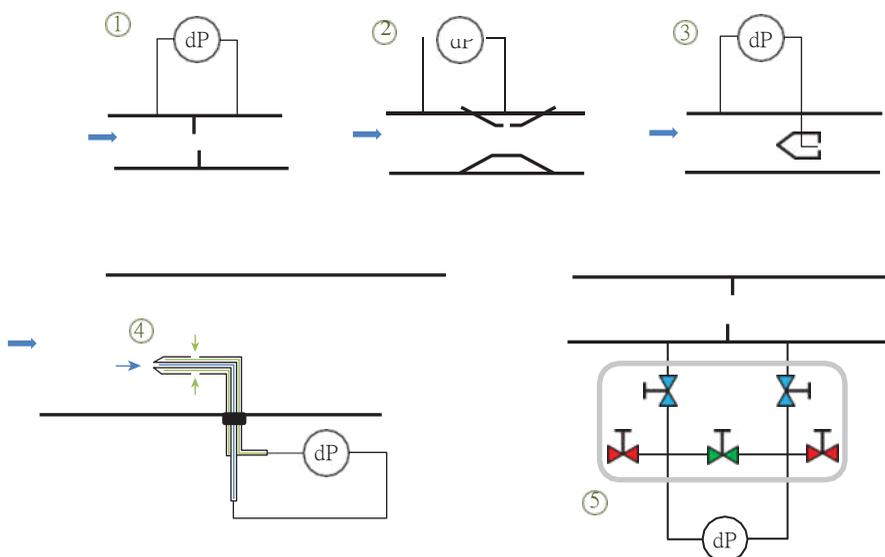

Рисунок 2.10
Как упоминалось ранее, Даниэль Бернулли показал нам связь между потоком и давлением в трубопроводе около 300 лет назад. Поэтому измерение потери давления над ограничением в трубе (иногда называемой проточным элементом) для расчета потока является довольно старым методом. В этом методе легко спроектировать и установить прибор. Однако перевести перепад давления в величину потока непросто. Существует несколько стандартизированных конструкций для ограничений потока, которые могут быть использованы, и если они сделаны в соответствии со стандартом, есть также стандартизированные уравнения, которые могут быть использованы для расчета потока. Примеры унифицированных конструкций – это плиты отверстия (диск с отверстием) и трубки Вентури (конические трубки) (2) (рис. 2.10). Широко используемым стандартом, который включает оба этих типа,